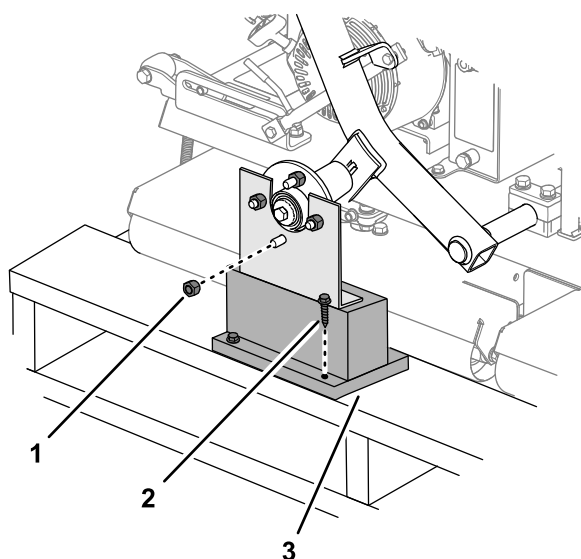

Figura 3
1. Retire las tuercas de rueda que sujetan los cubos de las ruedas al soporte de transporte (Figura 3).
2. Retire la otra tuerca de rueda roscada en el espárrago del cubo de la rueda (Figura 3).
3. Retire los tirafondos que fijan los soportes de transporte al palet y retire el soporte (Figura 3).